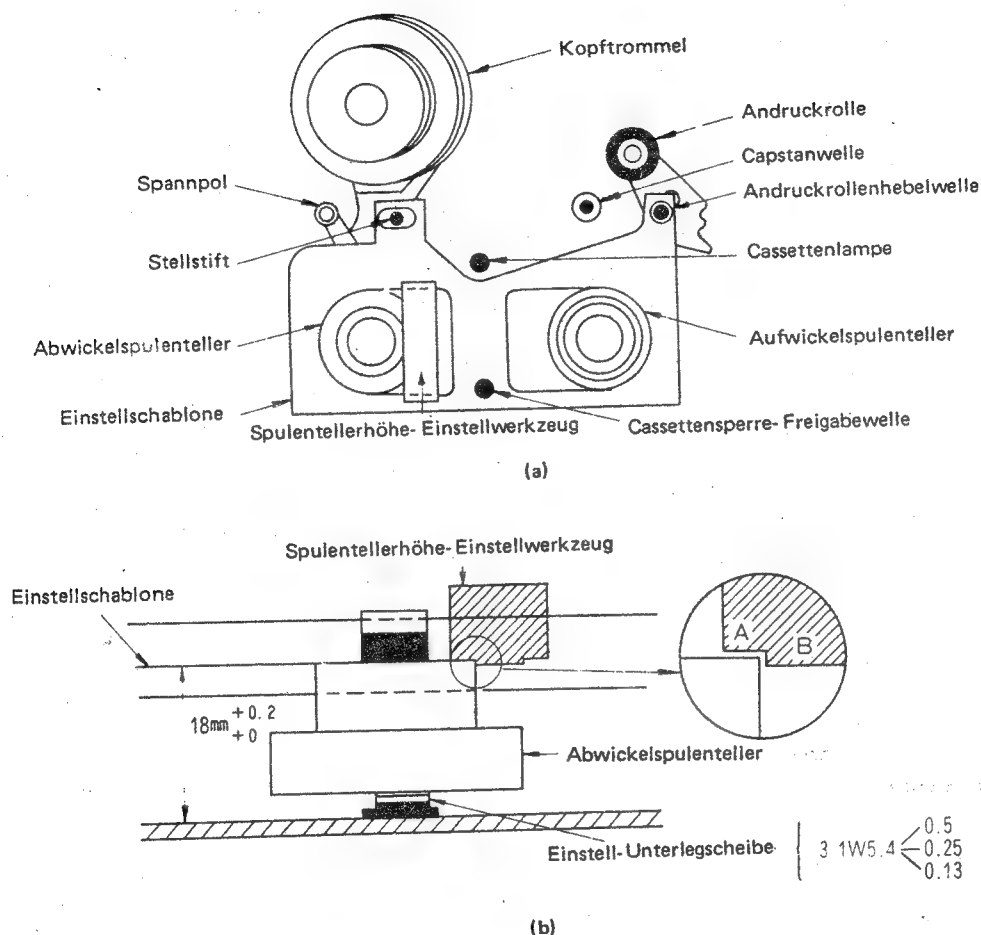

Abb. 12
1. Das Cassettengehäuse entfernen und die Einstellschablone wie in Abb. 12-(a) gezeigt in den Mechanismus einsetzen. Darauf achten, daß die Schablone die Kopftrommel nicht berührt.
2. Mit dem Einstellwerkzeug für die Spulentellerhöher überprüfen, ob die Oberseite des Spulentellers niedriger als A oder höher als B ist (siehe Abb. 12-(b)) Falls die